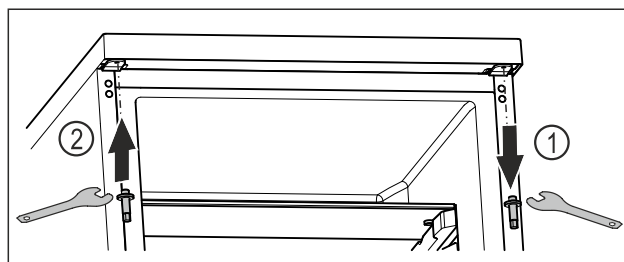

Fig. 18
- Skruva ur övre bult med utvändigt sexkantsnyckel. Fig. 18 (1)
- Skruva fast bult på motsatta sidan med utvändigt sexkantsnyckel. Fig. 18 (2)